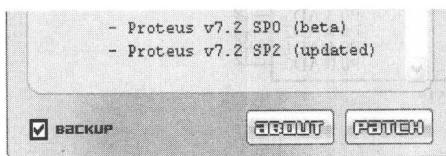
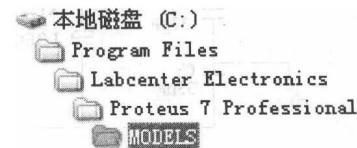

图 2-2 Proteus 7.2 授权安装
图 2-3 Proteus 7.2 单片机模型文件
- (3) 把 72sp2patch 文件夹下的 proteus.7.x.professional-patch.exe 拷贝到安装目录的 BIN 文件夹里，再双击运行，出现图 2-2 所示的对话框时，单击 PATCH 按钮，然后弹出 AVR.DLL 对话框选择是(Y) 按钮，接着查找安装路径下的 MODELS 文件夹（如图 2-3 所示），打开该文件夹下的 AVR.DLL 文件，最后出现*PATCHING DONE* 时，关闭即可顺利完成授权安装。